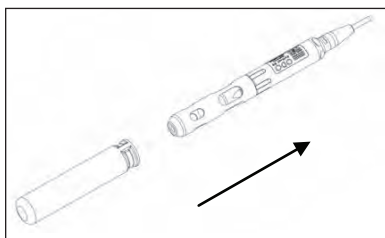

Figura 3
5. Deslice la manga de calibración/almacenamiento por encima del protector de la sonda para mantener la sonda en un ambiente húmedo para su almacenamiento y calibración (Figura 3). Es importante mantener siempre el sensor en un ambiente húmedo para que el tapón del sensor no se seque.